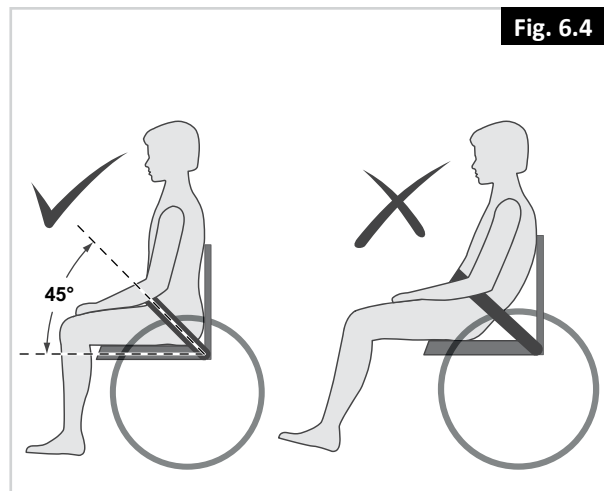

Fig. 6.4
- Por lo general, la correa debe quedar posicionada de modo que las correas estén en un ángulo aproximado de 45 grados (Fig. 6.4), y cuando se lo ajusta correctamente, debe impedir que el usuario resbale hacia abajo del asiento.